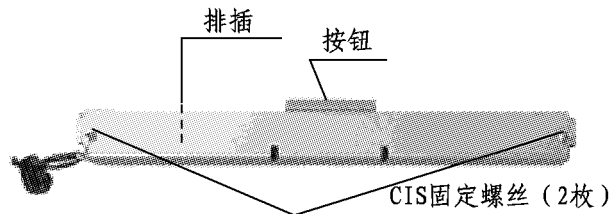

图7-11
e) 拆卸CIS单元, 拔下绿色按钮。(图7-11)
f) 拆卸螺丝(2枚), 拔下排插(1个), 然后, 拆卸CIS的托架。(图7-11)